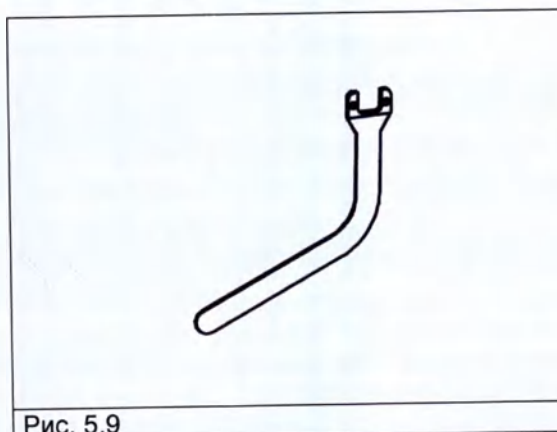
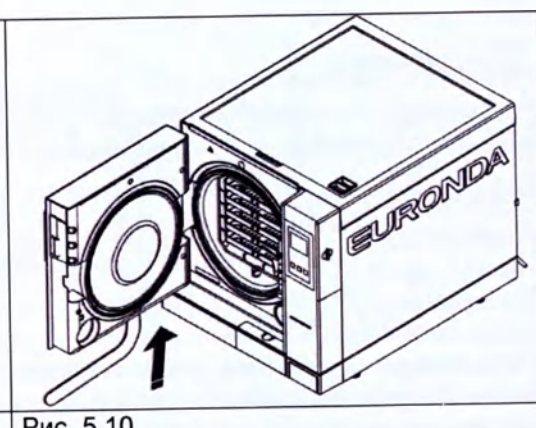

Рис. 5.9
Рис. 5.10
2. Просунуть регулировочный ключ, поставляемый в комплекте (см. рис. 5.9), в зазор между дверцей и декоративной накладкой (см. рис. 5.10).